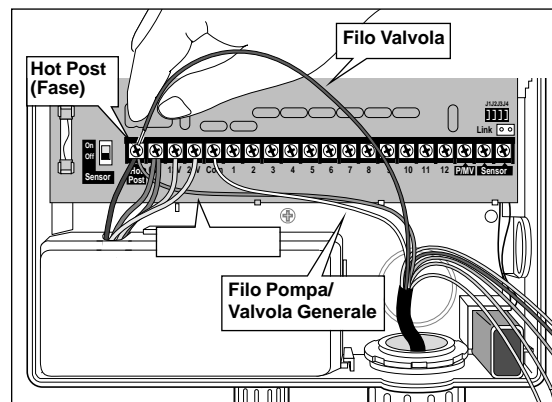

**Figura 8** - Schema dei collegamenti al campo.
1. Collegare il polo bianco del cavo ad un filo di ciascun solenoide e ad uno dei due fili della valvola generale oppure del relè d'avviamento della pompa (opzionale). Fare riferimento alla **Figura 8**.